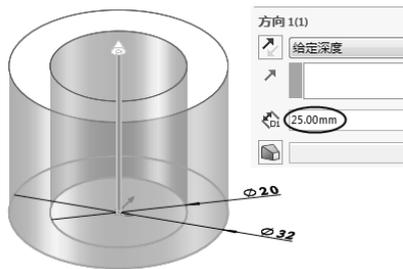

图 3-64
03 退出草图环境, 在“方向 1 (1)”面板中设置拉伸深度为 25 mm, 最后单击“确定”按钮, 完成创建, 如图 3-64 所示。